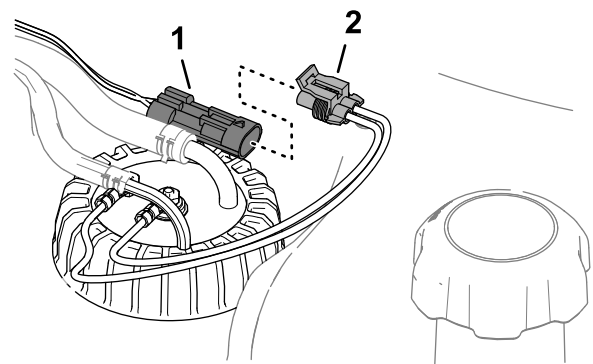

**Bild 122**
2. Entfernen Sie die fünf Kreuzschlitzschrauben, mit denen der Kraftstoff-Füllstandsensor am Kraftstofftank befestigt ist, und nehmen Sie die Abdeckung ab (Bild 122).